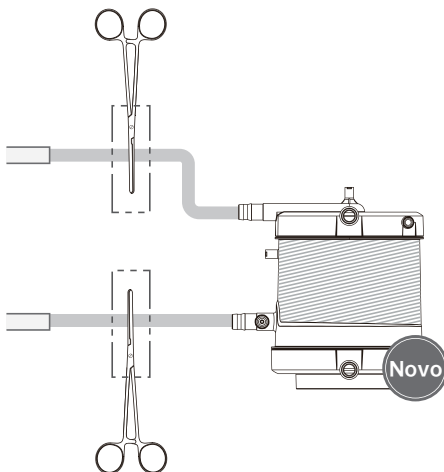

Figura 1
- 3) Desembale o oxigenador e os acessórios novos. Encaixe os conectores e a tubulação de 3/8" à entrada e à saída de sangue do oxigenador novo, conforme mostra a Figura 1.